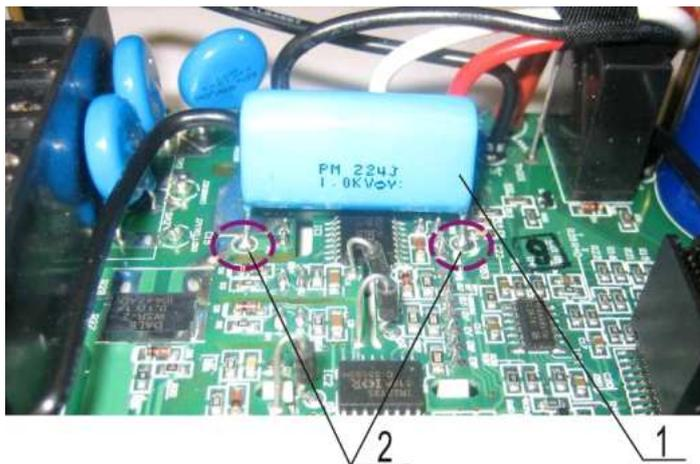

Рис. 7.14
7.3.12. Установить в отверстия платы выводы конденсатора 1. Пять выводов конденсатора. Места пайки показаны на рис. 7.14.